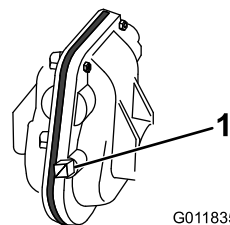

Figure 15
2. Retirez l'obturateur de tuyau du boîtier d'engrenages de la vis sans fin en plaçant l'extrémité ouverte d'une clé à douille (3/8 po) à rallonge sur l'obturateur et en utilisant une clé à fourche (3/8 po) sur l'extrémité carrée de la rallonge (Figure 15).